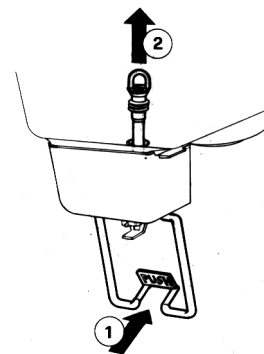

Bild 5
- 1 - Den Betätigungshebel des Hahns drücken (1) und den Gummischlauch aus seinem vertikalen Sitz unten am Getränkebehälter herausziehen (2) (Bild 5).